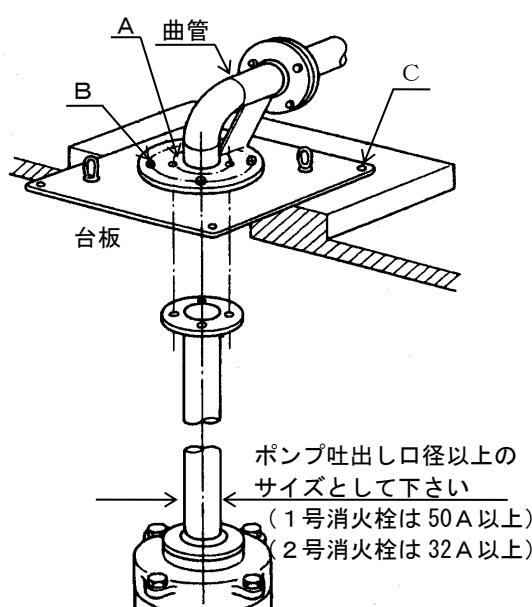

図 14
- (5) 吐出し配管の内、立ち上がり配管は、ポンプ吐出し配管と同一口径以上の配管を使用してください。ただし、1号消火栓用は 50mm 以上、2号消火栓用は 32mm 以上の配管を使用することができます。(図 14 参照)。
- (6) 吐出し配管に使用する逆止め弁は、流れ方向を表示したものをご使用ください。エバラ標準型逆止め弁は流れ方向表示付です。
- (7) 水撃(ウォータハンマ)がおこる危険性のある場合は、急閉逆止め弁を設けるなどの対策を施してください。(エバラハンマーソフトチェック弁を用意しています。)
- (8) 吐出し配管に使用する仕切弁は、開閉位置及び開閉方向表示が付いたものを使用してください。エバラ標準仕切弁は、開閉位置及び開閉方向表示付きです。または、外ねじ式仕切弁をご使用ください。(外ねじ式仕切弁も用意しています。)
- (1) 図 14 のように、ポンプから立ちあがっている揚水管のフランジを、台板の下からねじ穴 A を用いて、ボルトで固定してください。
- (2) ボルト B は曲管を台板に固定しているもので、ゆるみがないか確認してください。
- (3) 台板の四隅の穴 C に、基礎ボルトを通して、ナットで固定してください。
- (4) 台板用基礎床面は、やや周囲より盛り上げ、ここから汚水や塵埃が水槽内に入らないようにします。